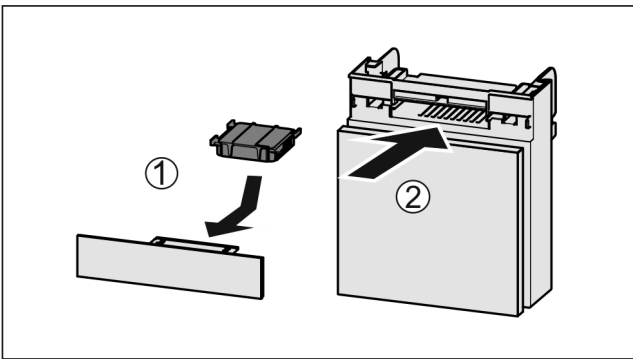

Fig. 81
- ▶ 按图装入 Fig. 81 (1) 活性炭过滤器。
- ▶ 推入 Fig. 81 (2) 抽屉。